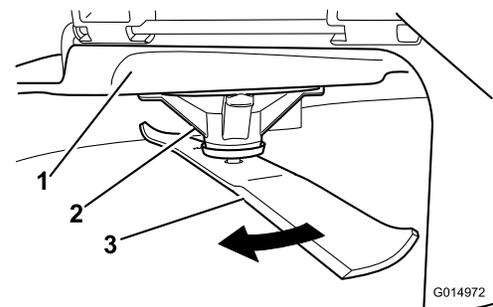

Figura 57
2. Llevando guantes fuertemente acolchados u otro tipo de protección apropiada para las manos, gire lentamente la cuchilla hasta una posición que permita medir la distancia entre el filo de corte y la superficie nivelada en la que descansa la máquina (Figura 57).